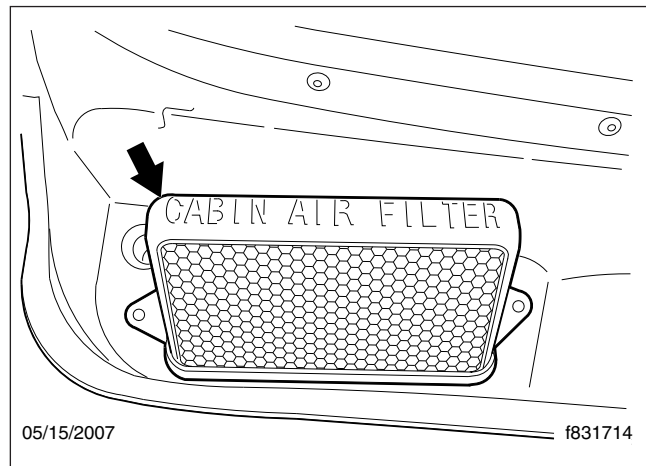

Figura 2, Malla de admisión
3. Retire la malla de la parrilla del radiador. Vea la **Figura 2**.